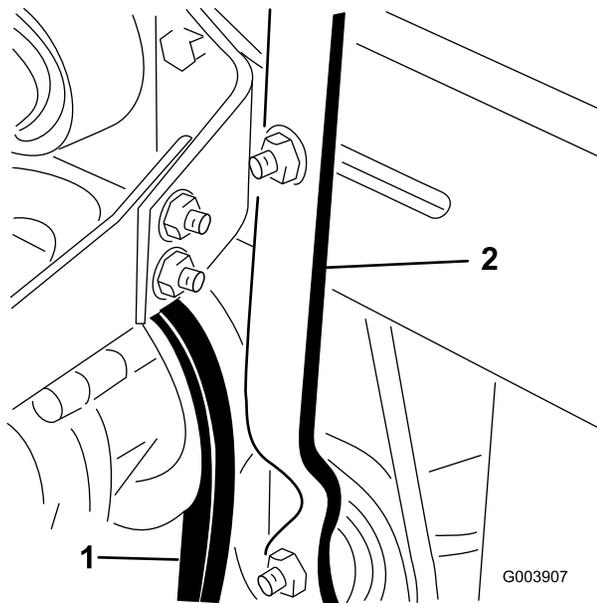

Figura 70
- Allentate il dado di bloccaggio sulla leva di tensionamento della cinghia (Figura 70).